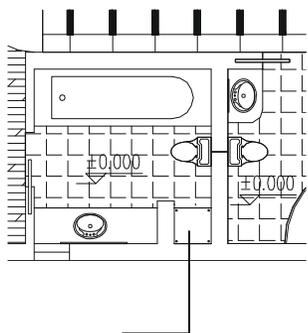
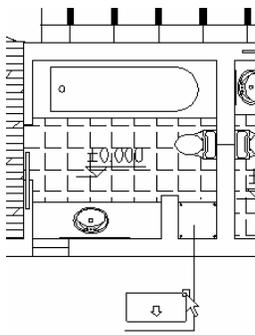

图 6-1-81
图 6-1-82
**STEP 01** 使用绘制多段线命令 PLINE, 绘制出主卫的玻璃隔板的标注引线, 如图 6-1-81 所示。
绘制出的标注引线, 如图 6-1-81 所示。
**STEP 02** 在命令行中输入 A 或单击绘图工具栏上的多行文字标注按钮 A, 接着在如图 6-1-81 所示的横线上方, 用鼠标拖出一个矩形框, 如图 6-1-82 所示。立即弹出一个文字编辑对话框。